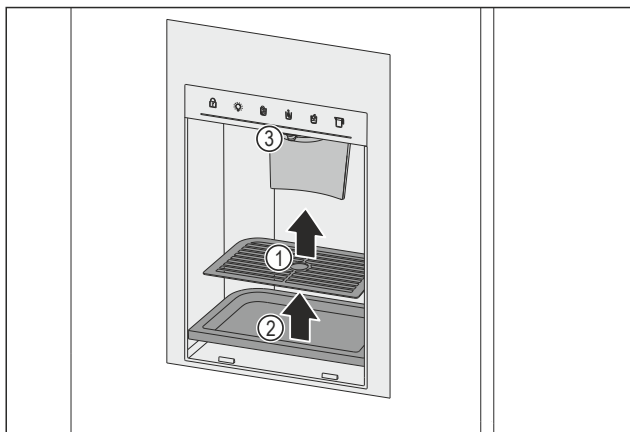

Fig. 159 Zdejmowanie kratki ściekowej i skapnika
- ▶ Wyjąć kratkę ściekową Fig. 159 (1).
- ▶ Wyjąć skapnik Fig. 159 (2).
- ▶ Wylot Fig. 159 (3) oraz otoczenie wyczyścić przy pomocy czystej szmatki, letniej wody oraz płynu do mycia naczyń.